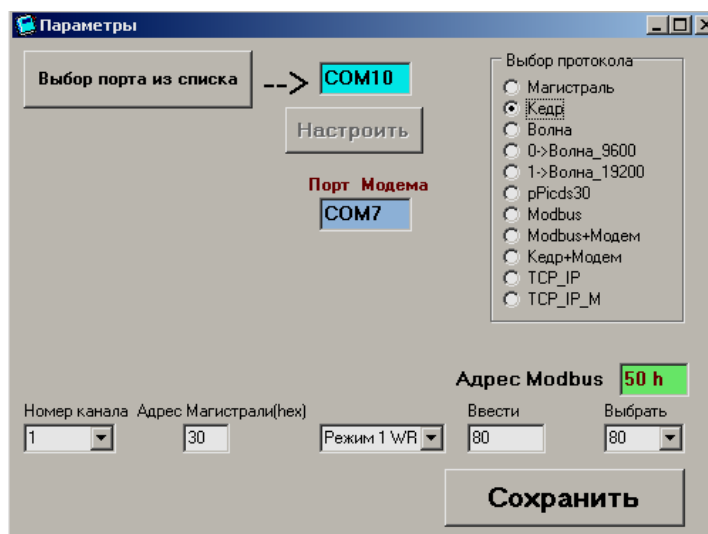

Рисунок 7.32
7.5.1.4 Установить протокол «Кедр» (рисунок 7.32).